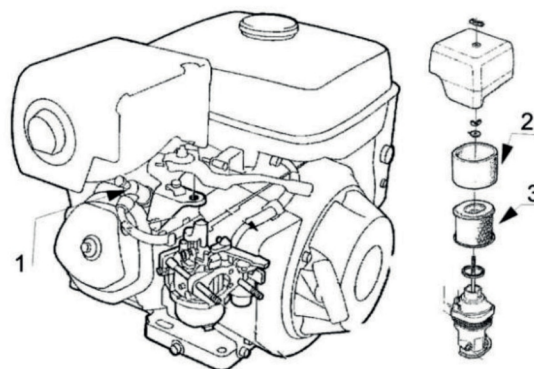

Рис.9
- Промойте губчатую часть (Рис. 9 поз. 2) воздушного фильтра тёплой мыльной водой, прополощите и высушите ее, или очистите с использованием невоспламеняющегося растворителя и высушите.
- Продуйте бумажную часть воздушного фильтра сжатым воздухом. (Рис. 9 поз. 3)
- Снимите наконечник свечи зажигания (Рис. 9 поз. 1), удалите грязь со свечи зажигания и вокруг нее